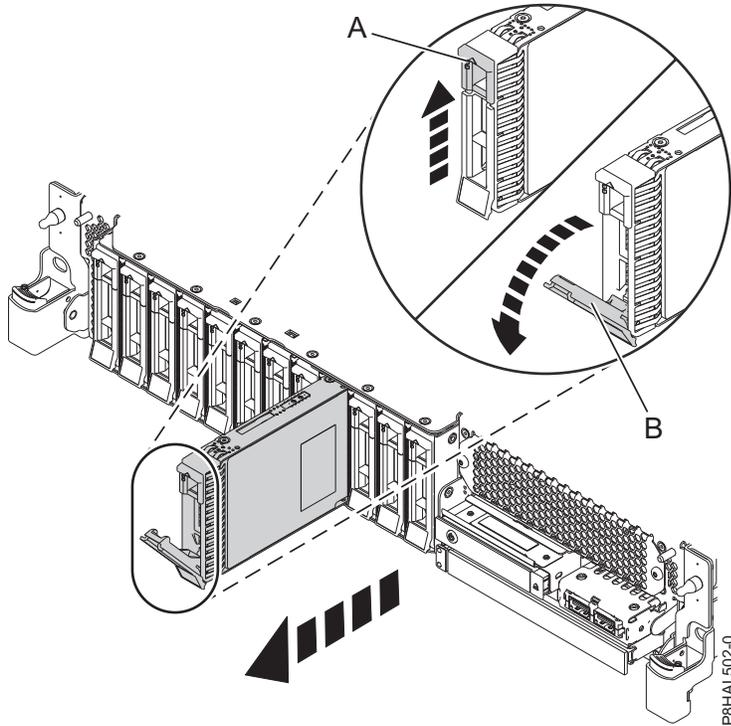
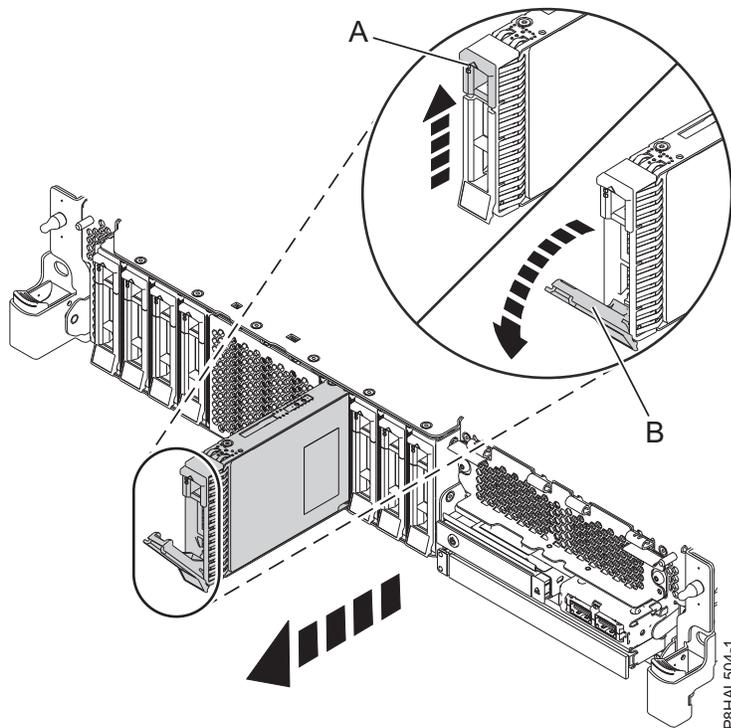

Figura 40. Remover uma unidade de disco de um sistema de função base
Figura 41. Remover uma unidade de disco de um sistema de função expandida
3. Desbloqueie a pega da unidade **(B)** premindo o trinco da pega **(A)** puxando-a para fora, conforme mostrado em Figura 40 na página 45 e a Figura 41 na página 45. Se a pega não estiver completamente fora, a unidade de disco de segunda geração não poderá deslizar para fora do sistema.